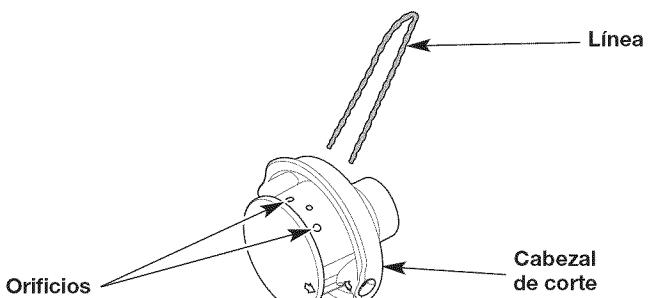
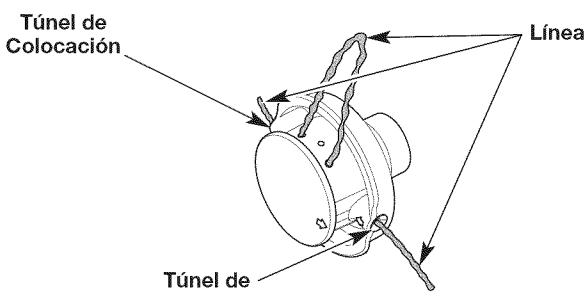

Fig. 7
Fig. 8
- Inserte los extremos de la línea en los orificios circulares grandes ubicados al costado del cabezal de corte (Fig. 7). Empuje la línea a través de los orificios hasta que ambos extremos salgan de los túneles de colocación (Fig. 8).